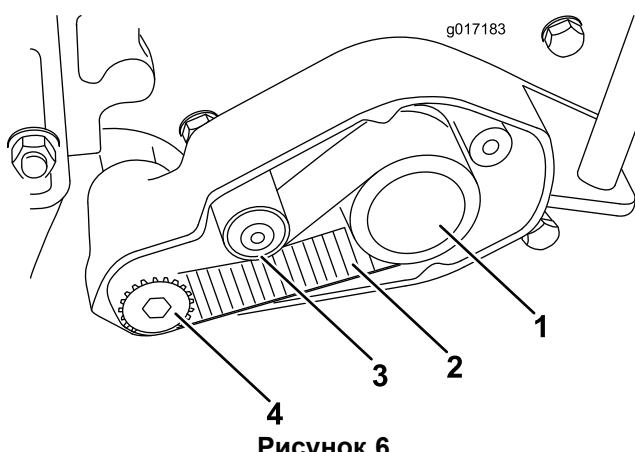

Рисунок 6
14. Наверните ведущий шкив на левый удлинитель вала барабана (Рисунок 6). Зафиксируйте барабан от проворачивания с помощью деревянного блока и затяните шкив с моментом не менее 23 Н·м.
15. Пропустите зубчатый ремень привода вокруг ведущего шкива и ведомого шкива, а также под задним натяжным шкивом (Рисунок 6).
24. Проверьте натяжение ремня привода, нажав на него посередине между ведущим и ведомым шкивами (Рисунок 6). Для прогиба средней точки ремня на 6 мм должно потребоваться усилие от 2 до 4 кгм. Для регулировки натяжения ослабьте болт с шестигранным углублением, с помощью которого крепится задний натяжной шкив, поверните натяжной шкив для получения нужного натяжения и затяните болт с шестигранным углублением с моментом от 9 до 14 Н•м).